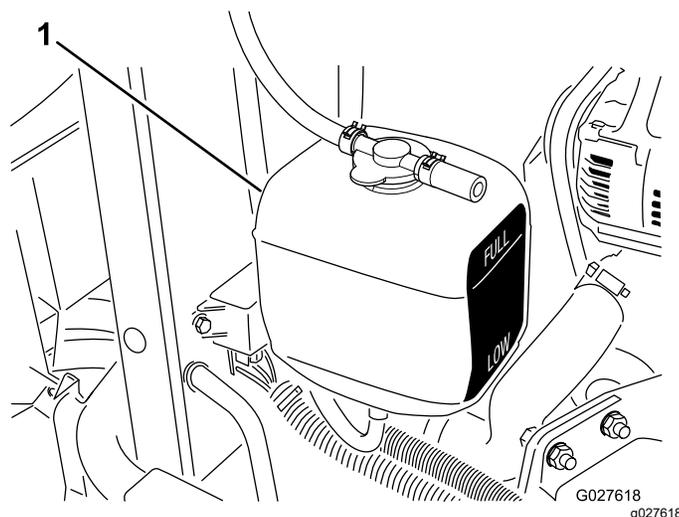

Рисунок 71
3. Проверьте уровень охлаждающей жидкости в расширительном бачке (Рисунок 71).